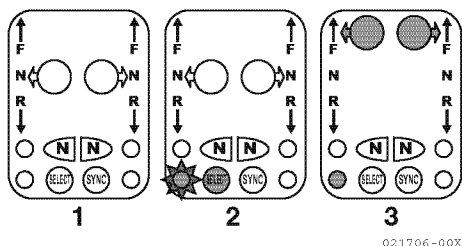

Figure 12
1. (1, **Figure 12**) affiche un poste habituellement inactif.
2. Appuyez sur le bouton SELECT (2, **Figure 12**). Le bouton s'allume (en gris sur la **Figure 12**) et le témoin de sélection de poste clignote (étoile autour du cercle (**Figure 12**)).
3. Déplacez la ou les poignées vers l'accélération F (avant) ou R (arrière) pour faire correspondre l'emplacement de la poignée du poste actif (3, **Figure 12**). Les voyants du bouton de poignée correspondant s'allument constamment (en gris sur la (3, **Figure 12**)) et le témoin de sélection de poste reste constamment allumé (en gris sur la (3, **Figure 12**)).